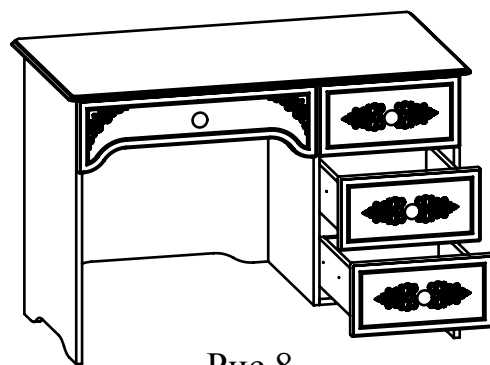

Рис.8
9. Установите ящики в корпус стола (Рис. 8).